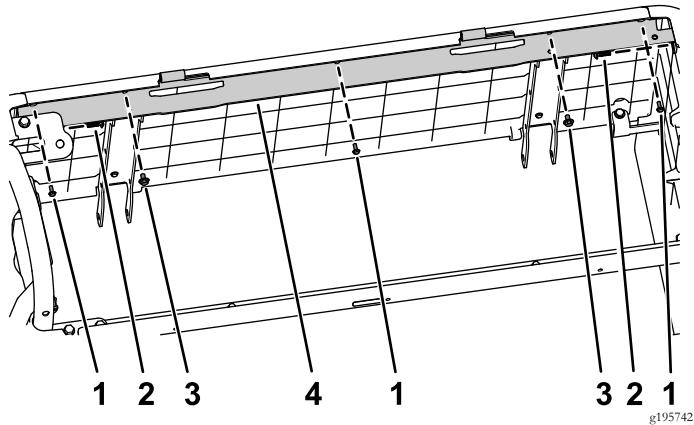

图6
1. 使用之前拧下的 3 个螺丝 #10 x 1/2 英寸、2 个带垫圈组件的螺栓 1/4 x 1/2 英寸和 2 个梅花头螺丝安装新座椅支架 图6。